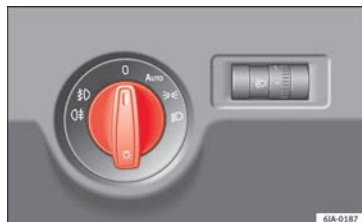

Fig. 129 Painel de instrumentos: comando das luzes.
A localização dos comandos de controlo dos veículos **com o volante à direita** difere parcialmente da mostrada nas figuras aqui apresentadas » **Fig. 129** » Página 129. No entanto, os símbolos que indicam as respetivas posições dos comandos são iguais.
- Rodar o interruptor da luz » **Fig. 129** para a posição .
- Rode o interruptor das luzes » **Fig. 129** para a posição 0.
As luzes diurnas são uns dispositivos de sinalização pensados para aumentar a segurança rodoviária. Trata-se de umas luzes integradas nos faróis que se acendem sempre que se liga a ignição, caso o comando de luzes se encontre na posição **0** ou **AUTO** »» **Fig. 129**. É desativada automaticamente ao ligar a luz de presença.
Se o interruptor das luzes estiver na posição **AUTO** » Fig. 129, ligam-se ou desligam-se automaticamente a luz de presença e os médios, bem como a luz da matrícula.